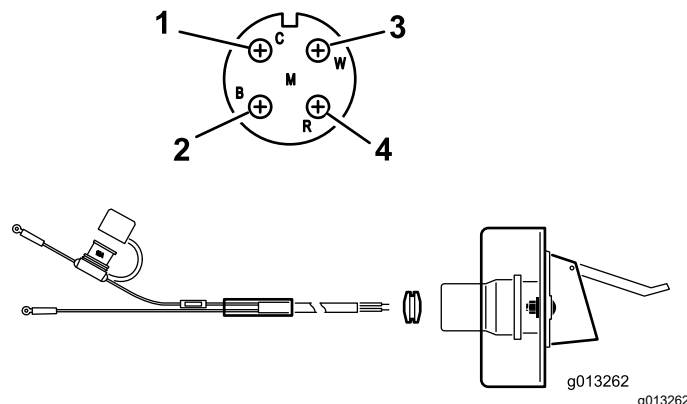

Figura 12
2. Poziționați și fixați cablurile electrice de la baterie la suportul mufei de alimentare electrică (Figura 12).
3. Treceți cablajul prin suportul mufei de alimentare și montați manonul de cauciuc negru peste cablaj (Figura 12).